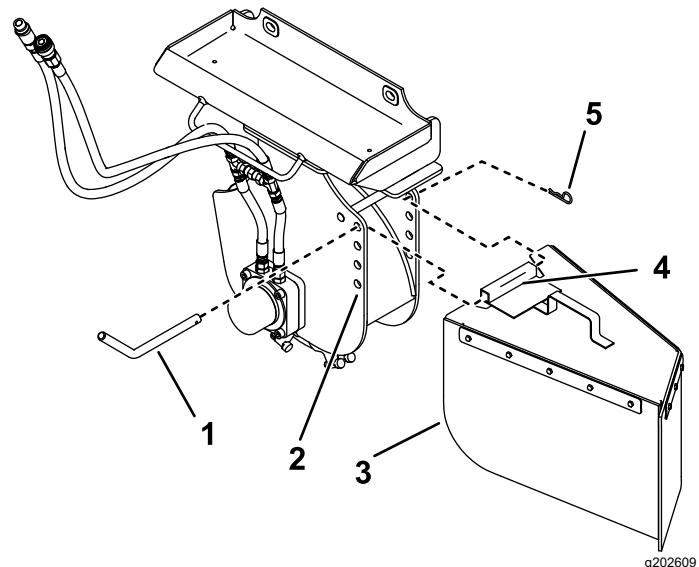

Bild 10
Das Auswurfblech der Stubbenfräse weist vier Befestigungslöcher für eine optimale Positionierung auf (Bild 10). Bewegen Sie das Schutzblech nach oben (in die oberen Löcher), wenn Sie in der Nähe des Bodens arbeiten oder nach unten (in die unteren Löcher), wenn Sie höhere Stumpen abarbeiten. Montieren Sie das Auswurfblech wie folgt:
1. Positionieren Sie das Befestigungsrohr am Auswurfblech zwischen den beiden Löchern der Fräse (Bild 10).
2. Schieben Sie den Schutzblechstift durch die Löcher in der Fräse und dem Befestigungsrohr (Bild 10).
3. Befestigen Sie den Stift mit einem Splint (Bild 10).